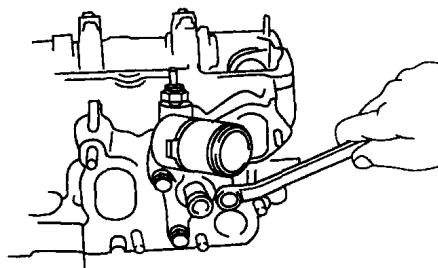

图 1-22 拆下冷却液出口和垫片
- (5) 旋下 3 个螺栓，如图 1-22 所示，拆下冷却液出口和垫片。